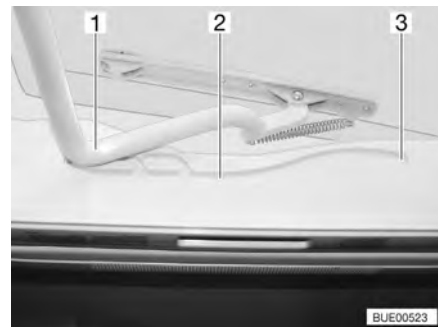

Bild 65 Heki-taklucka, spår
- Dra in bygel (Bild 65,1) i spåret (Bild 65,2) till den bakersta positionen (Bild 65,3).
- Tryck bygel (Bild 65,1) lätt uppåt med båda händerna.
- Drag bygel till önskad position i spåret (Bild 65,2).